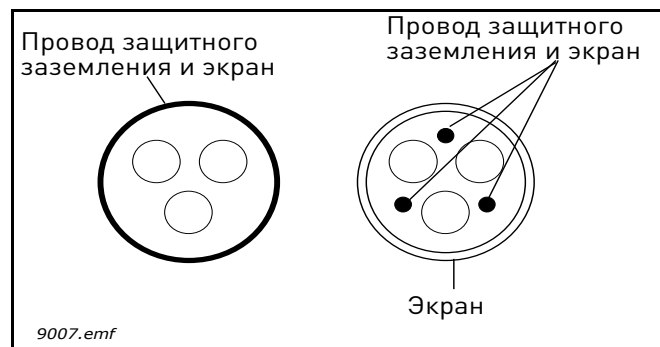

Рис. 13.
- 2 = симметричный силовой кабель, снабженный концентричной защитной проволокой и предназначенный для определенного напряжения сети. (Рекомендуется кабель МСМК или аналогичный.) См. Рис. 13.
- 3 = симметричный силовой кабель, снабженный плотным низкоомным экраном и предназначенный для определенного напряжения сети. [Рекомендуется кабель МССМК, ЕМСМК или аналогичный; рекомендуемое полное проходное сопротивление кабеля (в диапазоне 1...30 МГц) не более 100мОм/м.] См. Рис. 13.
* Круговое (360) заземление экрана с помощью кабельных сальников со стороны двигателя необходимо для обеспечения ЭМС уровня С2.